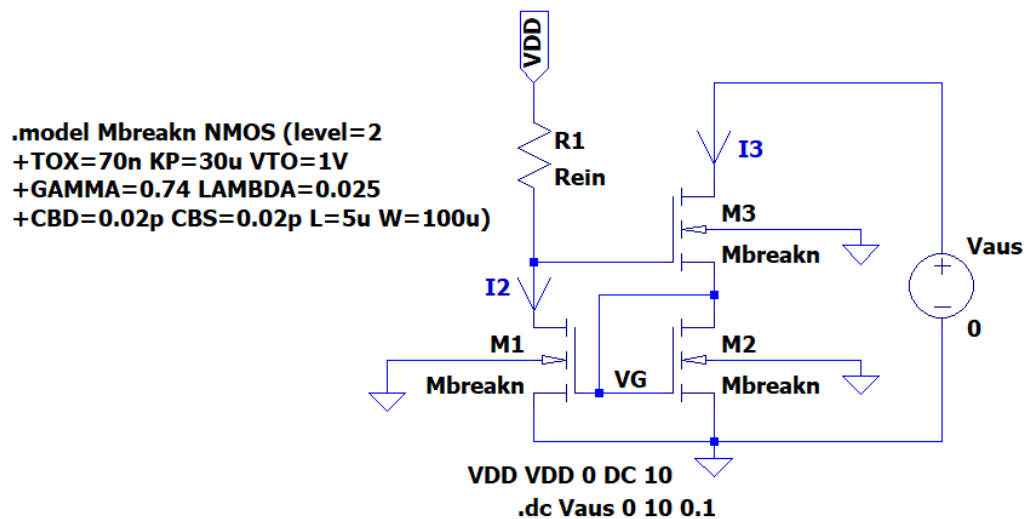

Abbildung 3: Wilson Stromspiegel
- k) Entfernen Sie die Gegenkopplungswiderstände und erweitern Sie den Stromspiegel zu einem Wilson Stromspiegel (siehe Abbildung 3). Messen und plotten/zeichnen Sie die Ausgangskennlinie. Es sollten Sie mindestens an Messpunkten der nachfolgenden Tabelle Werte aufgenommen werden.